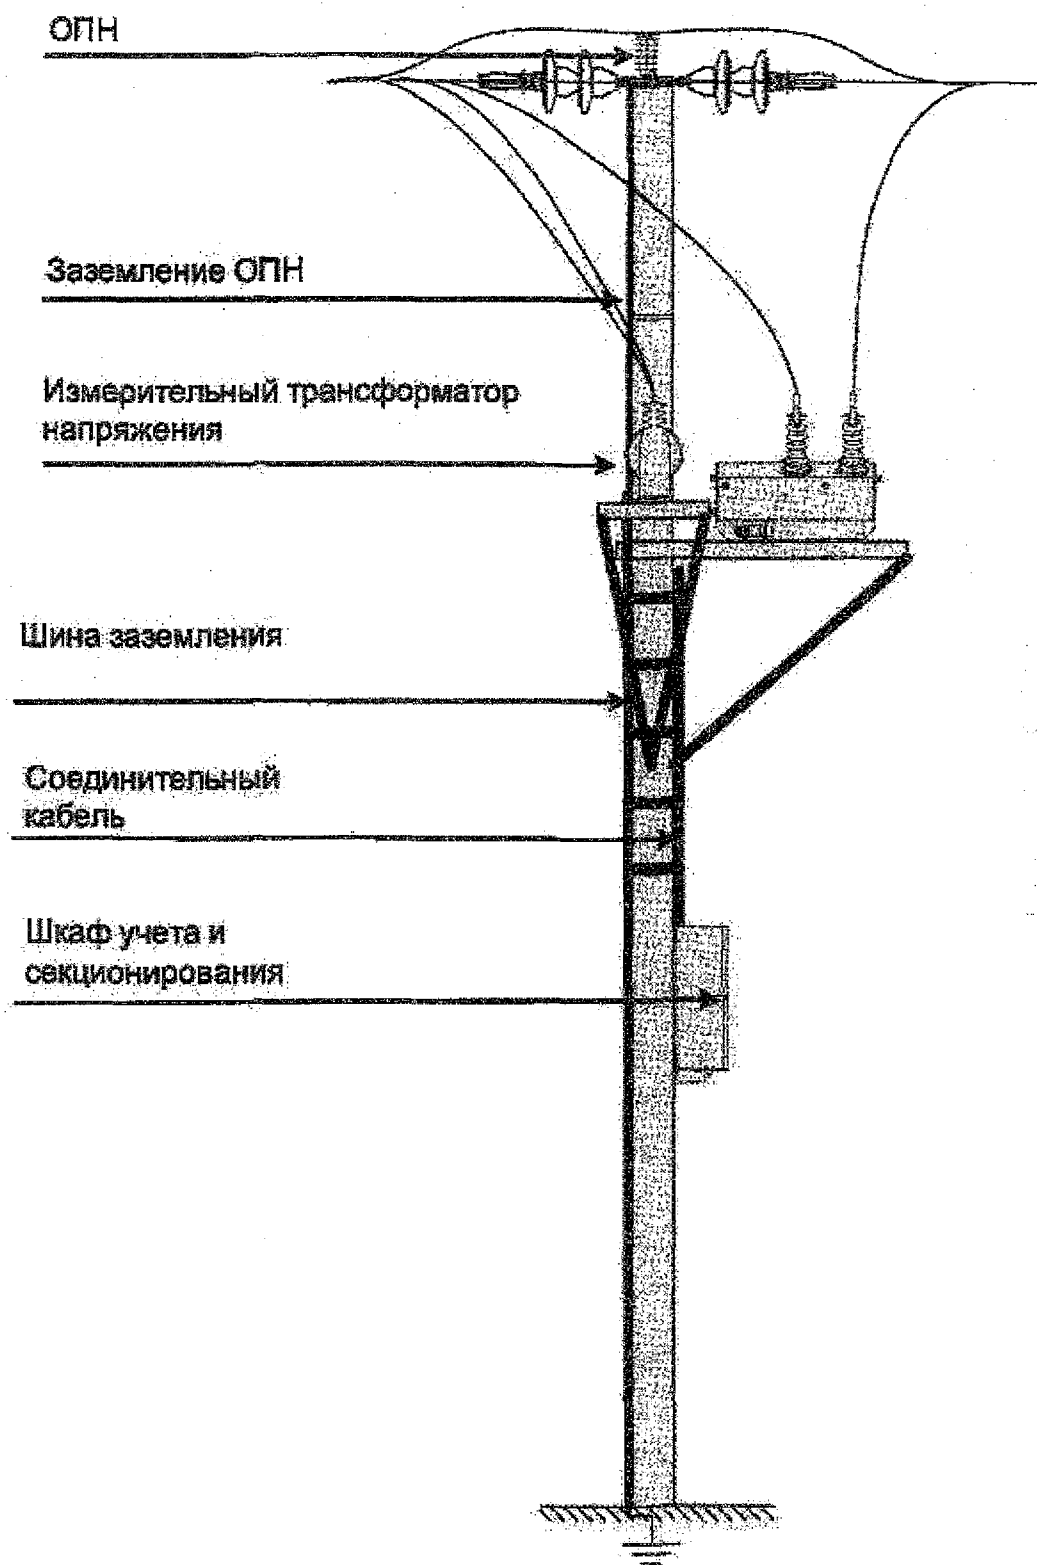

Рисунок 6 - Установка пункта ПУС/ТЕР на одной стойке ЛЭП
- установка ПУС/ТЕР выполняется на 1 или 2 стойки ЛЭП (рисунок 6,7);